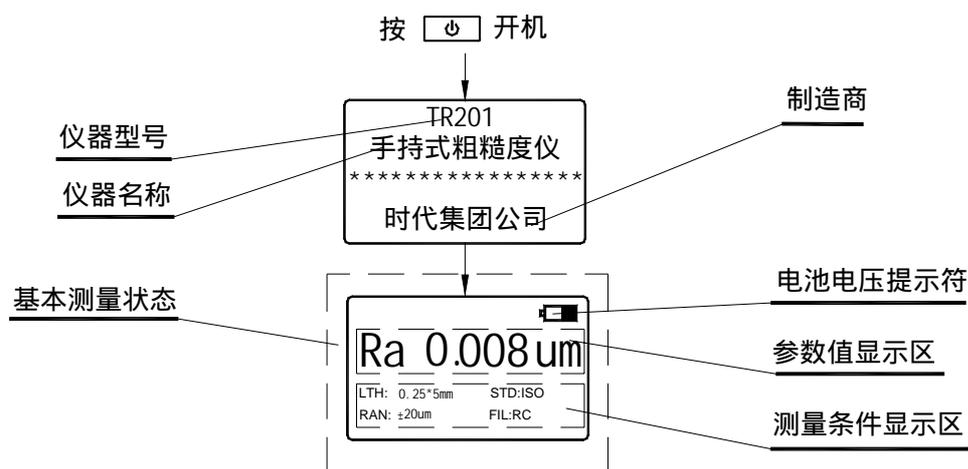

图 2-4 开机过程
按下电源键  松开后仪器开机，自动显示型号、名称及制造商信息，然后进入基本测量状态，如图 2-4 所示。
- 第一次开机进入基本测量状态中所显示的内容为本仪器的缺省设置，下次开机时将显示上次关机时所设置的内容，每次开机后均自动进入基本测量状态（如图 2-4 所示）。